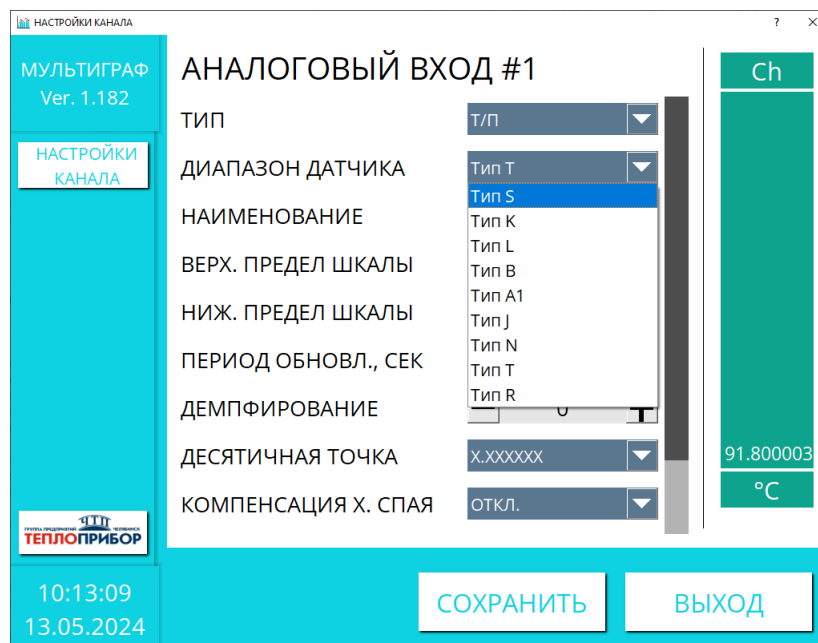

Рисунок 2.12 – Параметры настройки входа измерения термопар
3) При измерении температуры при помощи термопар доступны следующие типы: S, K, L, B, A1, J, N, T, R (рис. 2.12);